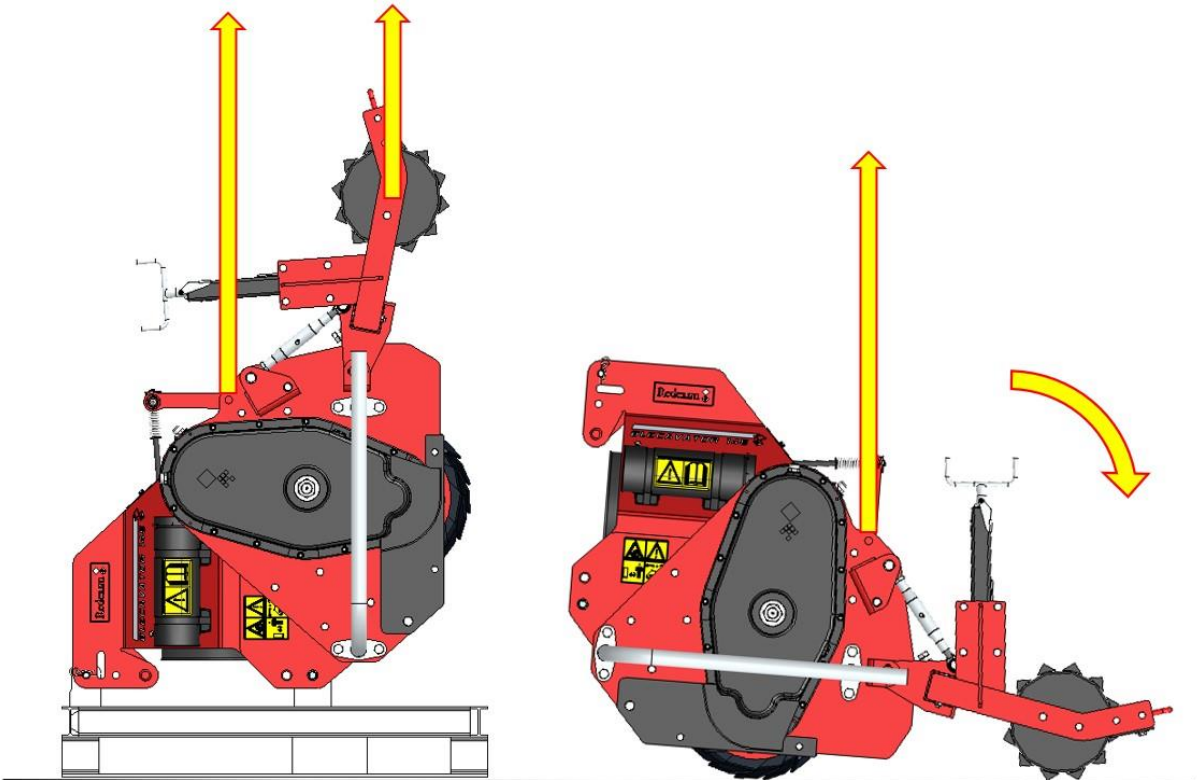

Fig. 3
1. Bevestig een kabel aan de twee hijspunten (1) en één om de achterrol (2).
3. Maak de pallet (4) los door de pennen (3) te verwijderen.
5. Laat de machine langzaam zakken en kantel deze totdat de machine veilig op de grond staat (Fig. 3).